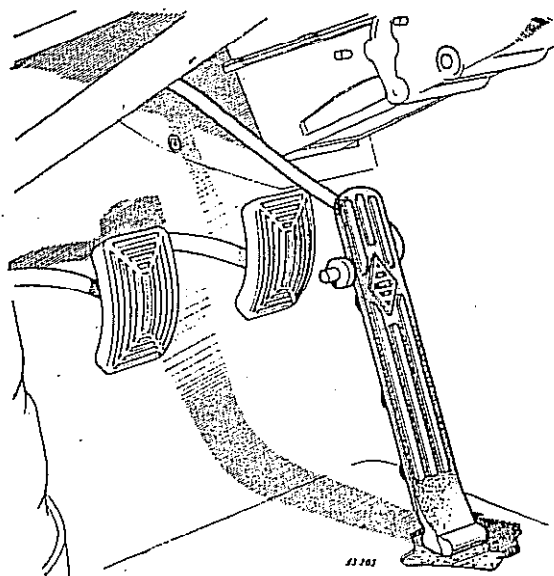

Fig. 125
**Desmontaje:** El procedimiento es el siguiente (Fig. 125).